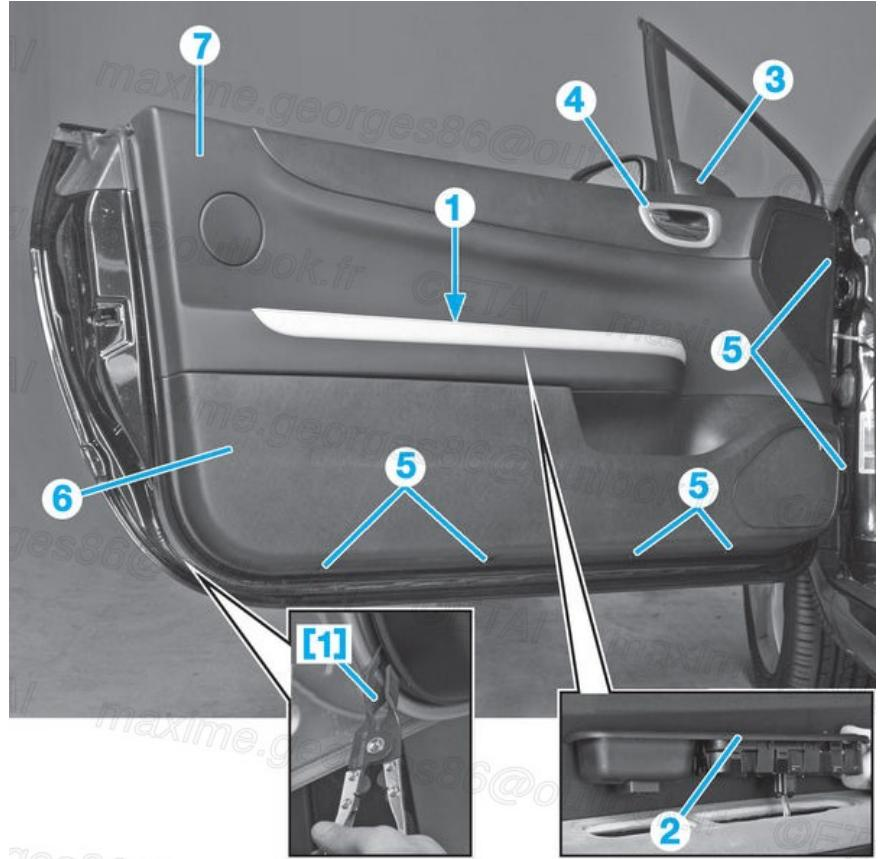

Fig.38
- Déposer (**Fig.38**) (/media/LEA/CAR\_LEA\_463/RTA714A-011-038X.jpg) :
- la vis (1) du bloc d'interrupteurs
- le bloc d'interrupteurs (2) après avoir débranché son connecteur
- le cache intérieur (3) des fixations du rétroviseur
- l'enjoliveur (4) de commande d'ouverture intérieure (ouvrir la poignée de commande et, à l'aide d'une spatule engagée au point (A), déclipper l'enjoliveur (4))
- les vis (5).
- Dégrafer le panneau inférieur (6) et supérieur (7) de garniture de porte, sans trop forcer afin de ne pas casser les agrafes, à l'aide de la pince [1].
- Déposer les garnitures (6) et (7).